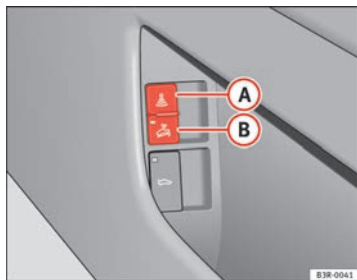

Fig. 78 Commande de protection volumétrique
- Ouvrez la portière et tirez sur la touche  portant le symbole  et située à côté du vide-poches dans la portière du conducteur ⇒ fig. 78.
- Ouvrez la porte et tirez sur la touche  portant le symbole  et située à côté du vide-poches dans la portière du conducteur ⇒ fig. 78.